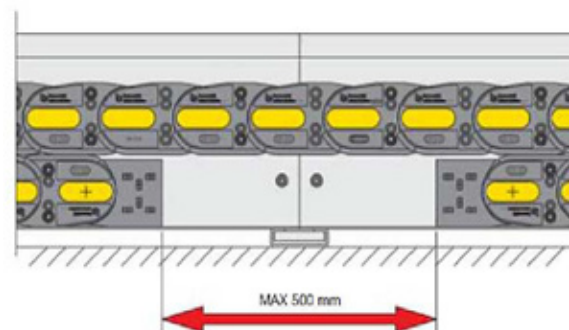

Рис.28
- расстояние между двумя неподвижными точками не превышает 500 мм, в том случае, когда используются две цепи, работающие навстречу другу в одном направляющем канале (рис.28).